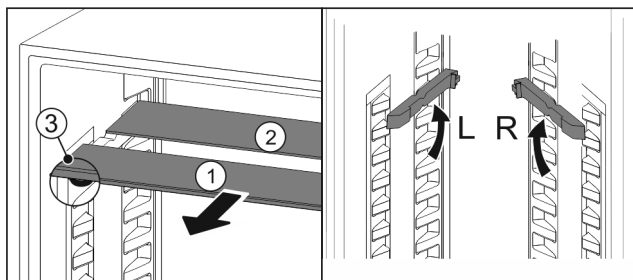

Fig. 17
- ▶ Vytiahnite sklené dosky jednotlivo dopredu Fig. 17 (1).
- ▷ Sklená doska Fig. 17 (1) s ozdobnou lištou leží vpredu.
- ▷ Zarážky Fig. 17 (3) ukazujú nadol.